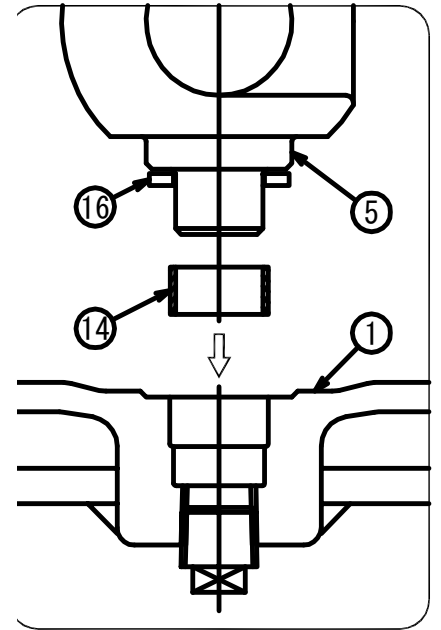

図 1
- 1) ボディ①のトップカバー③側を上方に，グランド部を手前にして，水平に置く。
- 2) 断面図を参照して入れる方向に注意し，ボールシート⑥をボディキャップ②およびサイドカバー④に装着する。
- 3) 図1を参照して，ベアリング A ㉗をボディ①に装着し，ボール⑤の下部にスラストベアリング㉖を取付，ボディ①に装着する。
- 4) ボディ①にガスケット⑫を装着し，相マークに従ってトップカバー③をボディ①に装着する。